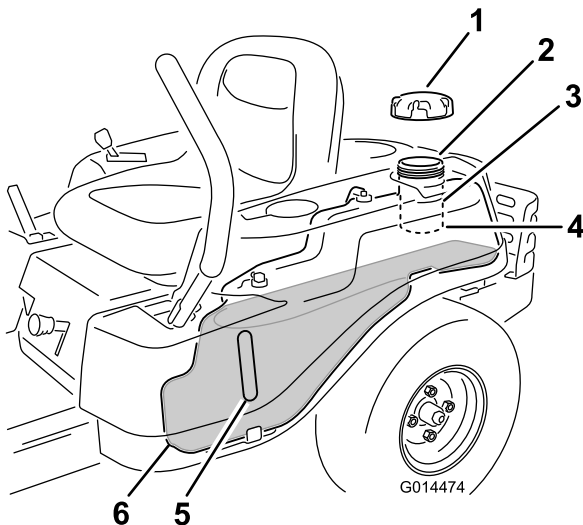

Bild 9
Hinweis: Sie können auf der Benzinuhr den Benzinstand ablesen, bevor Sie den Tank füllen (Bild 9).
2. Füllen Sie **langsam** Benzin ein, bis der Stand an der Unterseite des Füllstutzens liegt (Bild 9).